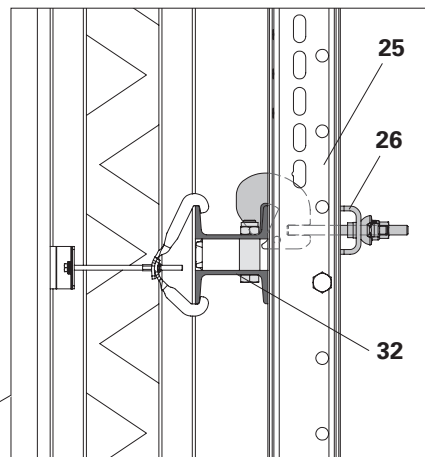
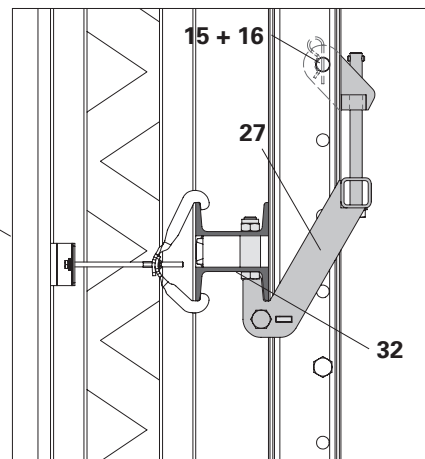

Fig. C1.07a
Fig. C1.07b
2. Fissare la trave di rinforzo SRU U120 (25) al corrente superiore (32) con le staffe di fissaggio corrente SRU (26). (Fig. C1.07a)
3. Tirare il dispositivo esterno di regolazione altezza SRU (27) sull'estremità inferiore della trave di rinforzo.
4. Inserire la parte superiore del dispositivo di regolazione altezza nella trave di rinforzo utilizzando perni calibrati Ø21 (15) e inserti a molla 4/1 (16).
5. Avvitare la parte inferiore della vite di regolazione AF 30 fino al contatto con il corrente. (Fig. C1.07b)